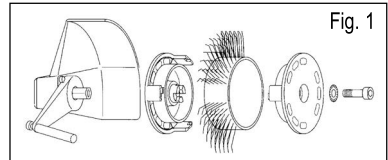
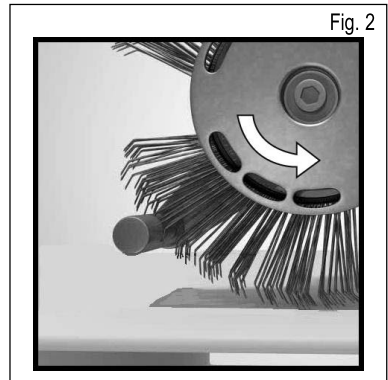

Fig. 1
Fig. 2
1. Desconecte la alimentación eléctrica y sujete correctamente el Anillo de Púas Bristle Blaster® de 23 mm con el correspondiente sistema receptor (controle la dirección de marcha) y la arandela de frenado dentellado prevista para ello y el tornillo de la herramienta. **Véase Fig. 1 y Fig. 2**
¿Utiliza un Anillo de Púas en la dirección de funcionamiento errónea? – Alinee la cinta de escobillas de forma que funcione en la dirección prescrita (véase el capítulo 5, Puesta en funcionamiento, fig. 2).